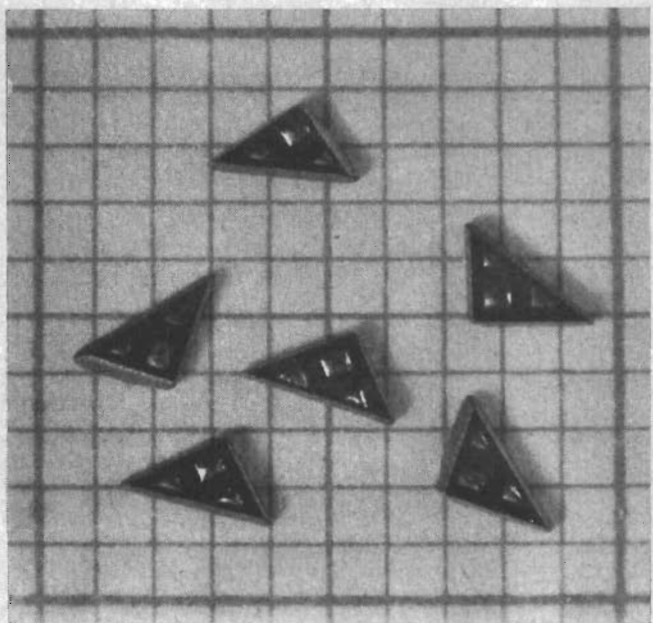
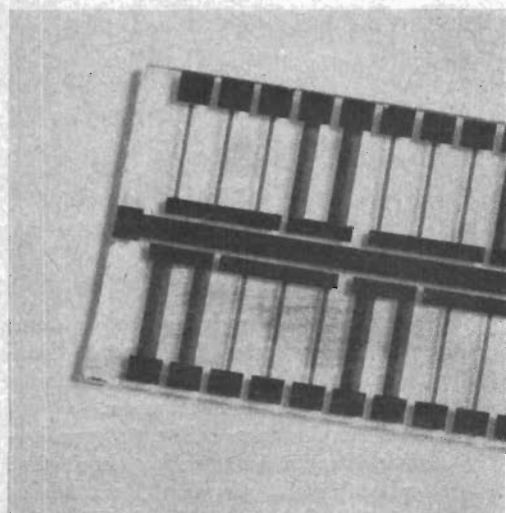
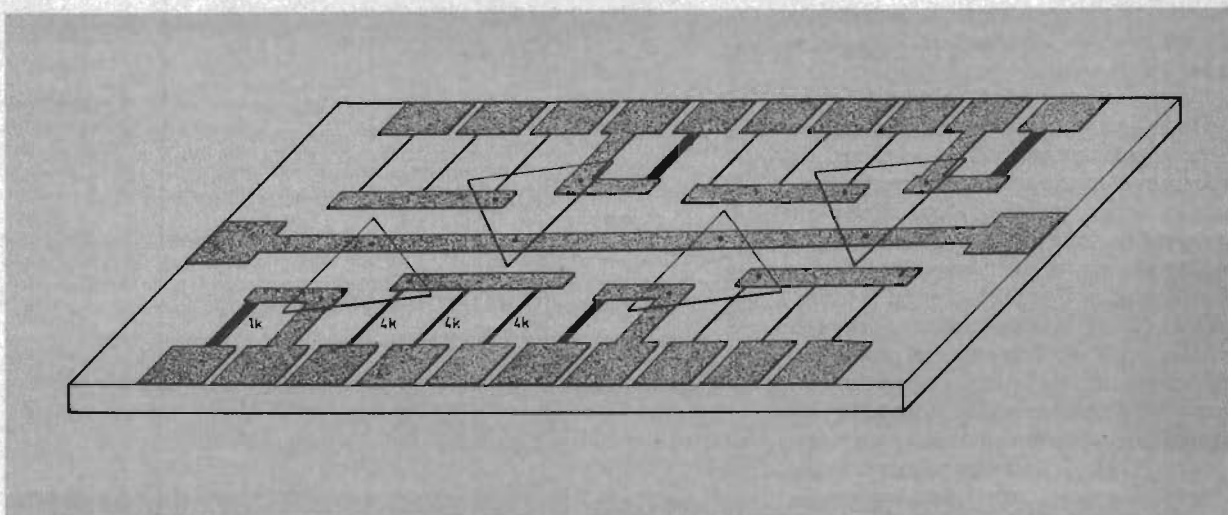

Fig. 5
Fig. 6
Fig. 7
Substrat med tunnfilmkrets för fyra NAND-kretsar, vars layout har gjorts så att de »triangeltransistorer» som visas i fig. 5 skall kunna användas. Se även fig. 7. Substratet har dimensionerna 20×30 mm.
Substrate with thin film circuit for four NAND-gates. The circuit has such a layout that it is fitted for the triangular transistors shown in fig. 5. Dimensions of substrate are 20×30 mm.
Skiss visande placeringen av »triangeltransistorerna» på det substrat som visas i fig. 6. De svarta fälten är tunnfilm-motstånd, partierna med raster är ledningar.
Sketch showing placement of the triangular transistors on the substrate shown in fig. 6. Black areas are the resistors of the circuit, screened areas are the leads of the circuit.
När det gäller aktiva element för tunnfilmkretsar har Transistorgruppen vid Tekniska Högskolan i Stockholm i intimt samarbete med *Institutet för halvledarforskning, Hafo*, (4) tagit fram en ny transistorkonfiguration, »triangeltransistorn», se fig. 5. »Triangeltransistorn» är av planartyp och kännetecknas av att samtliga tre elektroder gjorts tillgängliga från en och samma sida. Den nya transistoren är dessutom originell såtillvida som den saknar konventionella tilliedningstrådar och i stället är försedd med tre förtenta kontaktytor, som leder till transistorns inre.
Genom en omsorgsfullt planerad layout av tunnfilmkretsen är det möjligt att utforma kontaktytorna i kretsen så att de svarar mot transistorns tre förtenta kontakter. Sedan transistoren anbringats på plats, vilket enklast sker genom att den skakas ner genom ett triangulärt hål i en jigg, kan man värma substratet tills tennet på transistorns kontakter smälter och man erhåller en fullt betryggande anslutning till kretsen. I fig. 6 visas ett substrat för fyra NAND-kretsar vilket utformats för användning tillsammans med triangeltransistorer. I fig. 7 visas hur triangeltransistorerna placeras på substratet. Avsikten är att man i ett senare skede skall placera två substrat med de tunnfilmbelagda yorna mot varandra, varvid man dels erhåller ökad mekanisk stadga, dels skapar ett skydd för tunnfilmkretsar och transistorer.